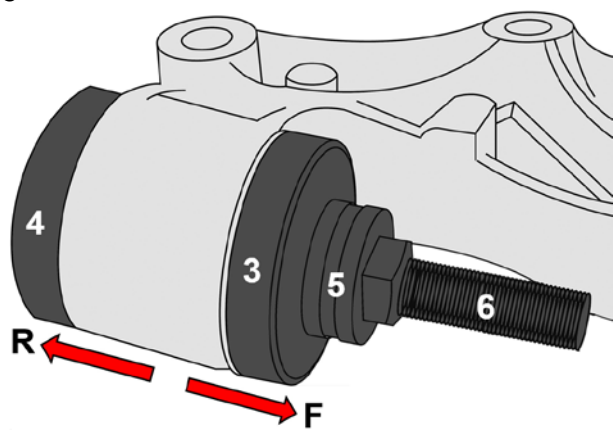

Abb.5
5. Mutter zur Installation der Buchse weiterdrehen. Buchse ist vollständig installiert, wenn ein Widerstand spürbar ist und die Buchse wie in Abbildung 5 zu sehen anliegt.